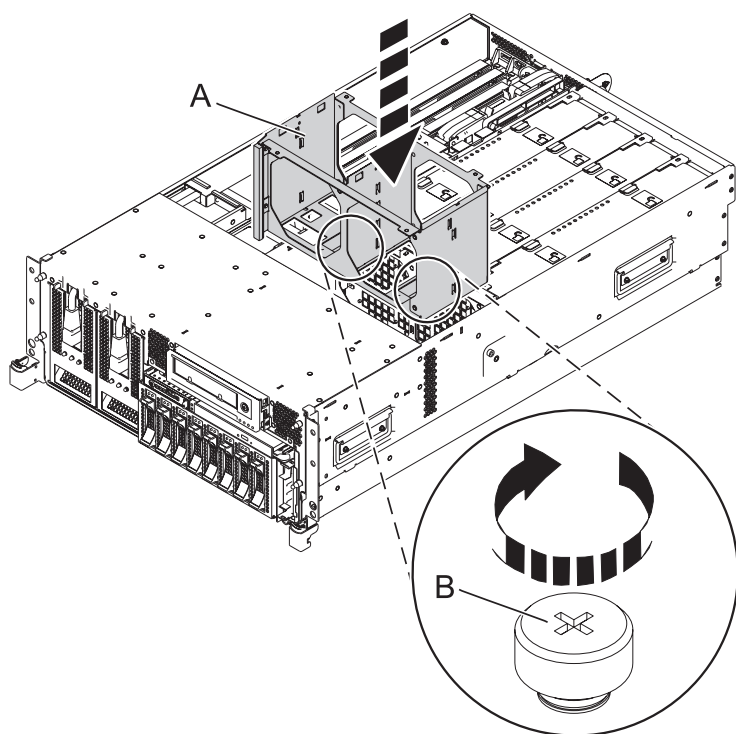

Figura 15. Substituindo o Compartimento do Ventilador
9. Substitua o dispositivo de mídia fino, inserindo-o no slot e empurre-o para dentro até que a alavanca (B) trave no lugar, conforme mostrado na figura a seguir.
- a. Para substituir o compartimento do ventilador (A), alinhe os pinos localizadores através dos orifícios e aperte os dois parafusos de aperto manual (B), conforme mostrado na Figura 15 na página 14